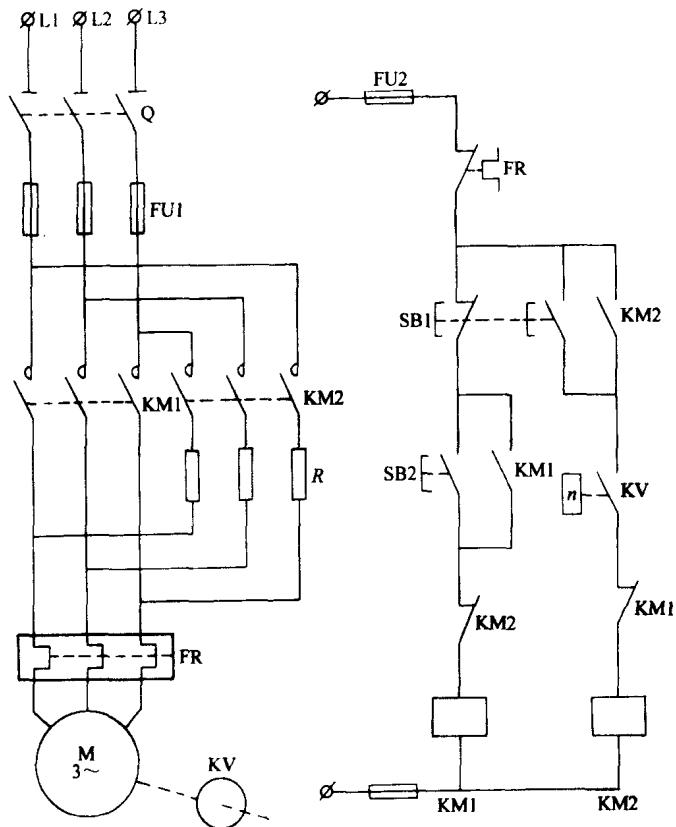

图 1-4 三相笼型异步电动机反接制动控制电路电气原理图
实验电气原理图如图 1-4 所示。
- ① 检查各电器元件的质量情况，明确使用方法，特别注意速度继电器的结构原理，触点闭合情况及安装接线方法。
- ② 遵循一般接线规格，按图 1-4 接线。
- ③ 检查电路。自检无误后，经老师检查后，方可接通电源。
- ④ 通电实验。操作 SB2 和 SB1，观察电动机起动及制动情况，速度继电器的触点动作情况及触点复位情况。
- ⑤ 若在实验过程中出现异常现象，应断开电源，记录下故障现象\_\_\_\_\_。